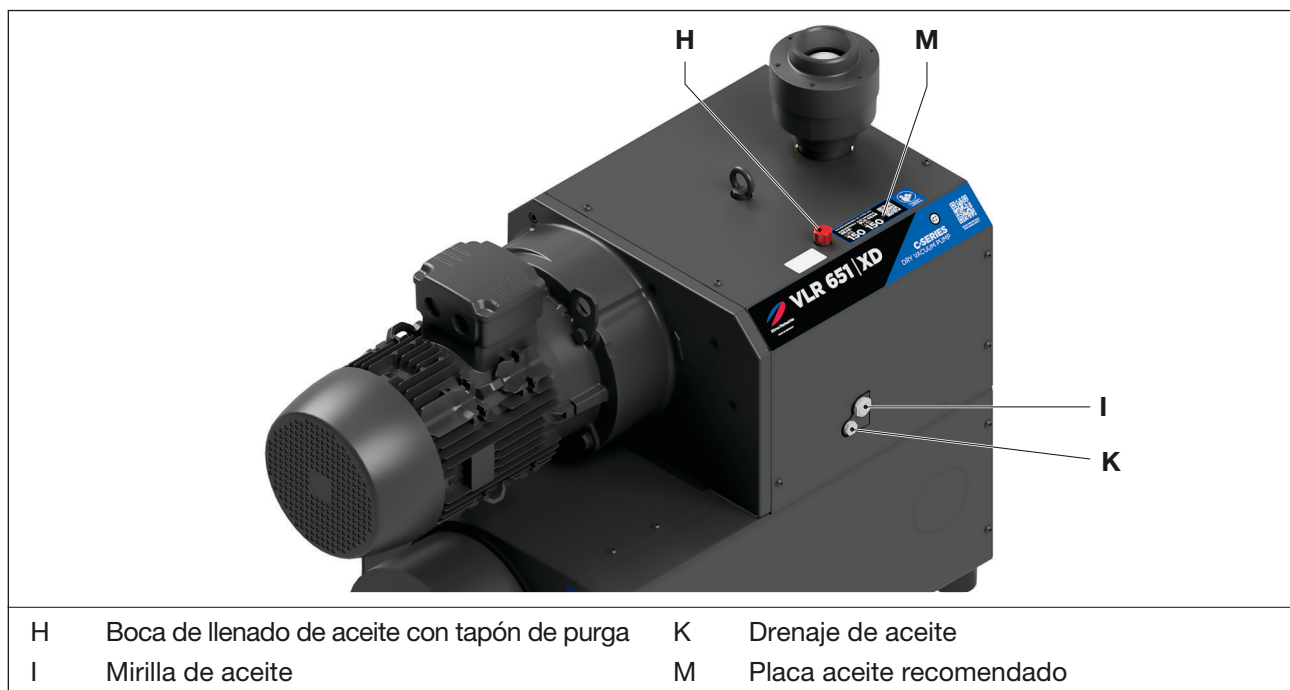

Fig. 5 Cambio de aceite
Para el funcionamiento, se recomienda emplear aceites de Elmo Rietschle (véase también la placa de aceites recomendados (fig. 5/M)). 3 en la página 30:
Controlar el nivel de aceite a través de la mirilla (Fig. 5/I) mensualmente.
- b) Abrir el cierre de la boca de llenado de aceite (Fig. 5/H) y llenar de aceite hasta el borde superior de la mirilla (Fig. 5/I).
- b) Abrir el tornillo en la boca de llenado de aceite (Fig. 5/H), abrir el drenaje del aceite (Fig. 5/K) y dejar salir el aceite usado.
- c) Cerrar el drenaje del aceite (Fig. 5/K) y verter aceite nuevo en la boca de llenado de aceite (Fig. 5/H). Controlar el nivel de aceite a través de la mirilla (Fig. 5/I).
- d) Cerrar el tornillo en la boca de llenado de aceite (Fig. 5/H).